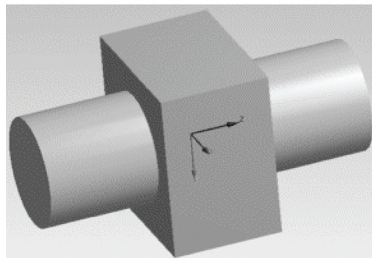

图 16-2 圆柱连接
- Cylindrical Joint——圆柱连接，限制 UX, UY, ROTX, ROTY，如图 16-2 所示。